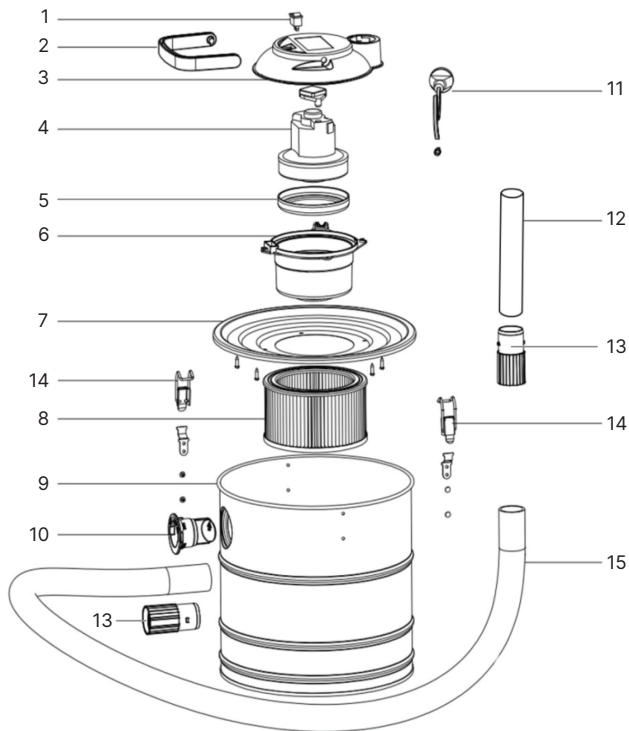

Рис. 1 Конструкция пылесоса ZOTA Jinn
1. Установите фильтр (**Рис. 1, поз. 8**) в верхнюю часть пылесоса;
2. Установите верхнюю часть пылесоса с фильтром на контейнер (**Рис. 1, поз. 9**), зафиксировав зажимами (**Рис. 1, поз. 14**);
3. Вставьте штуцер (**Рис. 1, поз. 13**) на конце металлического шланга (**Рис. 1, поз. 15**) в патрубок для всасывания (**Рис. 1, поз. 10**);
4. Установите алюминиевую трубку (**Рис. 1, поз. 12**) в штуцер (**Рис. 1, поз. 13**) на другом конце металлического шланга;
1. Фильтр (**Рис. 1, поз. 8**) установлен на место в нужном положении;
Запрещается использовать пылесос без установленного фильтра (**Рис. 1, поз. 8**).
1. Размотайте шнур электропитания (**Рис. 1, поз. 11**);
2. Включите вилку шнура электропитания в розетку и нажмите кнопку включения/выключения (**Рис. 1, поз. 1**);
3. Во время уборки пыли необходимо постоянно проверять нагрев всасывающего шланга и устройства. В случае начала нагревания необходимо немедленно выключить устройство с помощью кнопки включения/выключения (**Рис. 1, поз. 1**), затем выключить устройство из розетки, удалить собранный мусор и оставить пылесос для охлаждения на свежем воздухе под присмотром;
4. После окончания уборки отключите прибор с помощью кнопки включения/выключения (**Рис. 1, поз. 1**), а затем от сети электропитания.
1. Откройте контейнер для пыли (**Рис. 1, поз. 9**);
2. Извлеките фильтр (**Рис. 1, поз. 8**) и очистите его, стряхнув от пыльной пыли;
5. Закройте контейнер для пыли, зафиксировав зажимами (**Рис. 1, поз. 14**).
Внимание! Фильтр (Рис. 1, поз. 8) является расходным материалом, а следовательно, гарантия на него не распространяется.